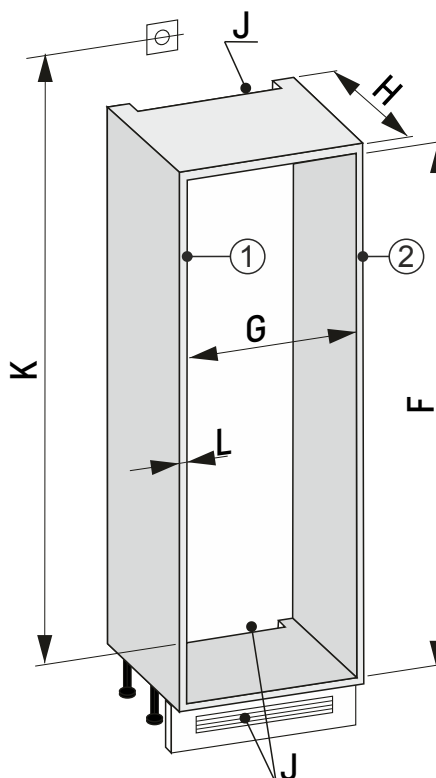

Fig. 85 Niche de 30"
- Mesurer l'épaisseur de paroi du meuble Fig. 85 (L).